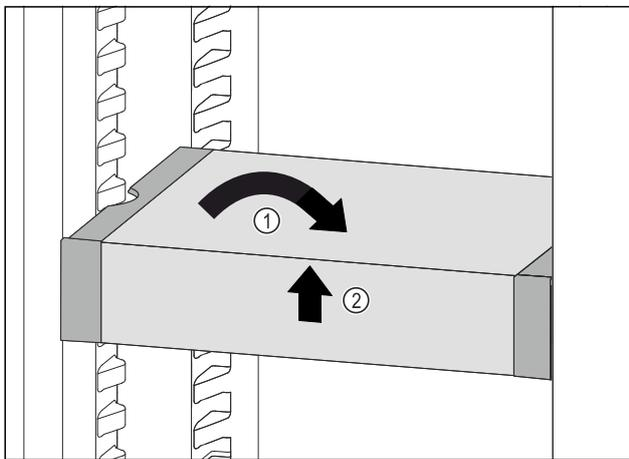

Fig. 122
- ▶ VarioSafe gerade stellen. Fig. 122 (1)
- ▶ VarioSafe vorne anheben. Fig. 122 (2)